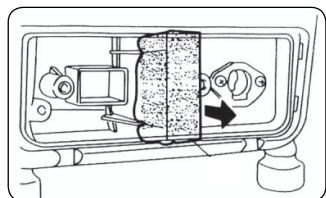

FIGURA 9.1
- A.** Remova a tampa do filtro, removendo em seguida o elemento filtrante. Figura 9.1.